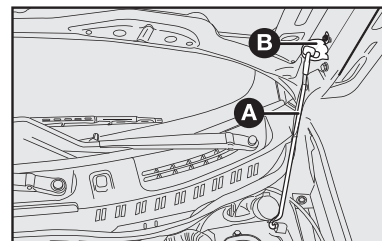

fig. 91
- 1) manter levantado o capô com uma mão e, com a outra, tirar a vareta **A**-fig. 91 da abertura **B** e repô-la no seu dispositivo de bloqueio;